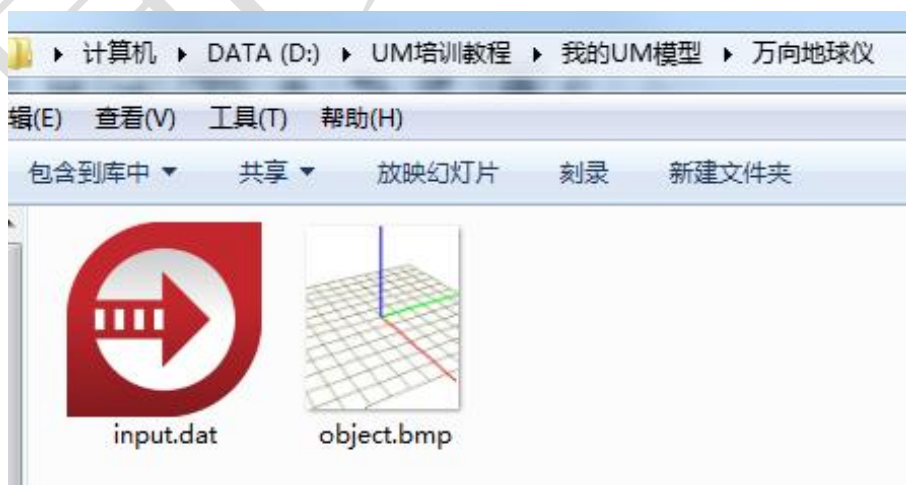

图 2-6
- 6) 这样，我们就创建了一个名为“**万向地球仪**”的模型，模型对应一个文件夹，文件夹名称即为 UM 的模型名称，文件夹里有“**input.dat**”和“**object.bmp**”两个文件，如图 2-6 所示，前者是模型的动力学描述文件（用于计算），后者是模型缩略图（用于预览）。